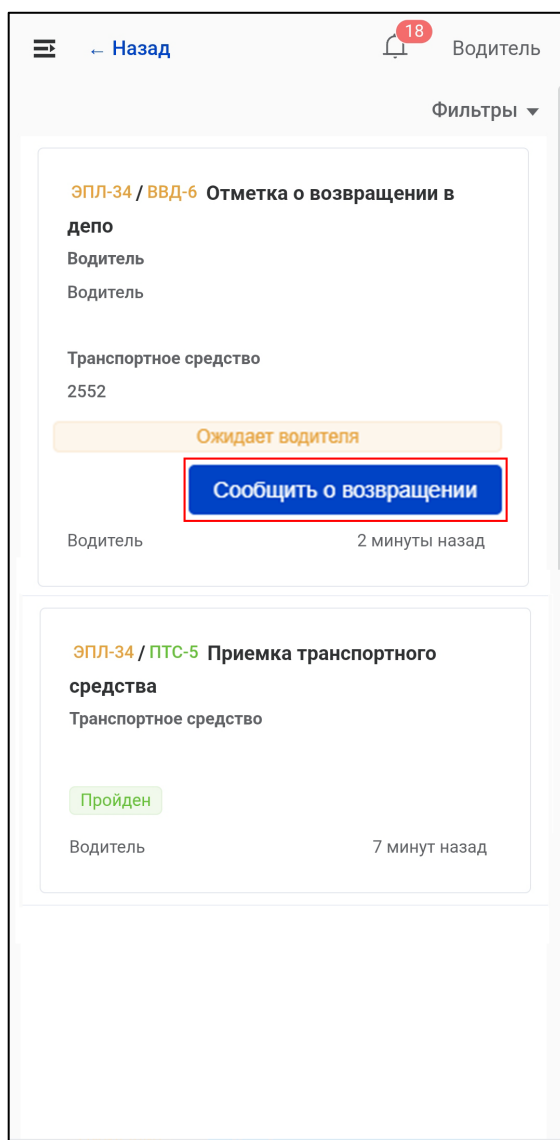

Рисунок 31 – Кнопка «Сообщить о возвращении» в списке задач
2) В списке задач выбрать найденную задачу и нажать для нее кнопку «Сообщить о возвращении» (Рисунок 31). Также можно нажать кнопку «Сообщить о возвращении» в интерфейсе открытой задачи (Рисунок 32).